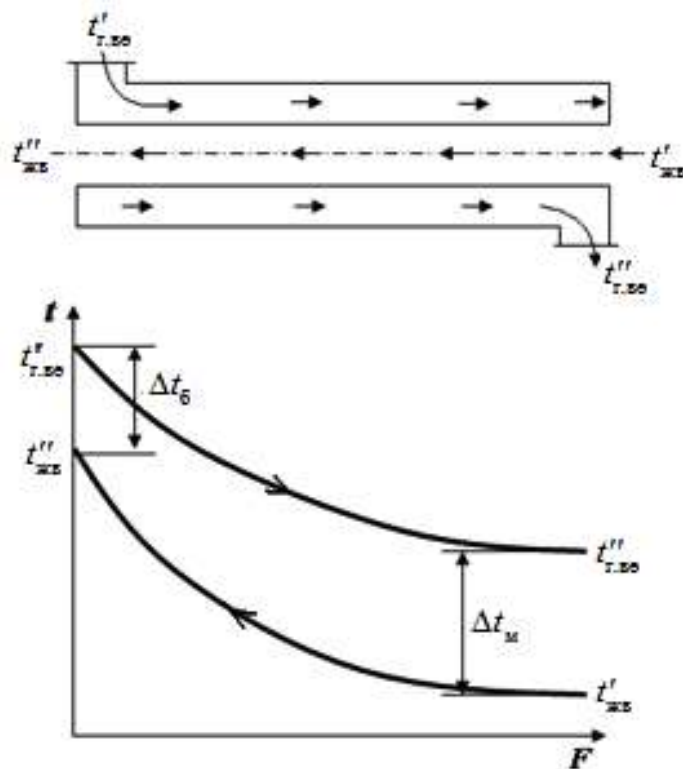

Рисунок 4 – Схема руху теплоносіїв та графік зміни їх температур при протитечії
10. Середній температурний напір (рис.4), $^{\circ}\text{C}$: